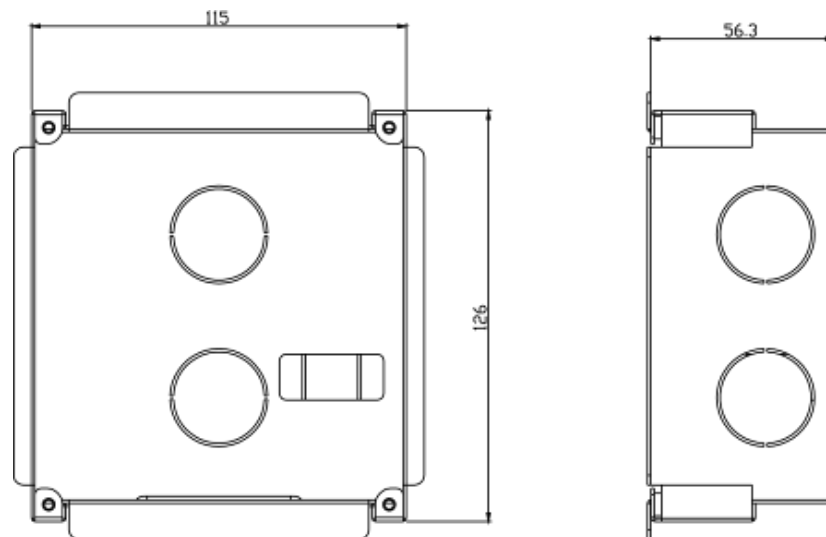

Figure 5-5
b) Encastrer le support métallique dans le mur jusqu'à ce que les 4 rebords reposent sur le mur. Voir Figure 5-5.
- a) Utilisez les vis M4 fournies pour attacher le support sur le boîtier 86 (b dans la Figure 5-5).
(c dans la Figure 5-5)